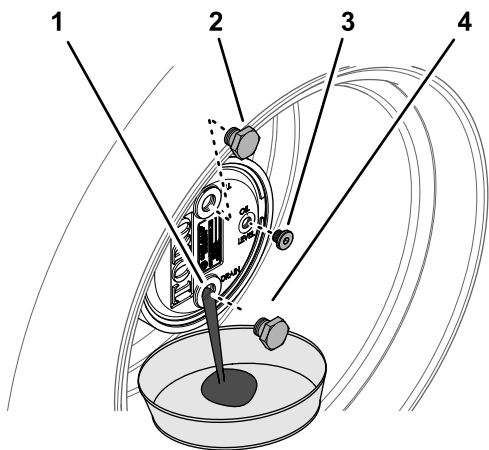

図 75
2. 補給プラグが時計の 12 時を指し、点検プラグが 3 時の位置を指すようにマシンを駐車する 図 75。
3. プラネタリハブの下にオイル回収容器を置き、6時の位置にあるドレンプラグを外してオイルを抜く図 75。
5. プラネタリハウジングのドレン穴にプラグを取り付ける図 75。